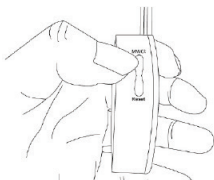
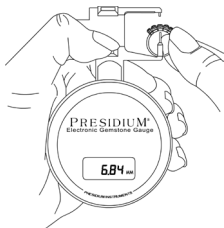

Fig. 2.3
Fig. 2.5
- Pulse MM/Ct (**Fig. 2.3**) para convertir entre dimensión en milímetros o peso en quilates
- Cierre lentamente el mecanismo de deslizamiento (**Fig. 2.5**), la lectura se mostrará directamente en la ventana de visualización. Pulse MM/Ct (**Fig. 2.3**) para convertir entre dimensión en milímetros o peso en quilates